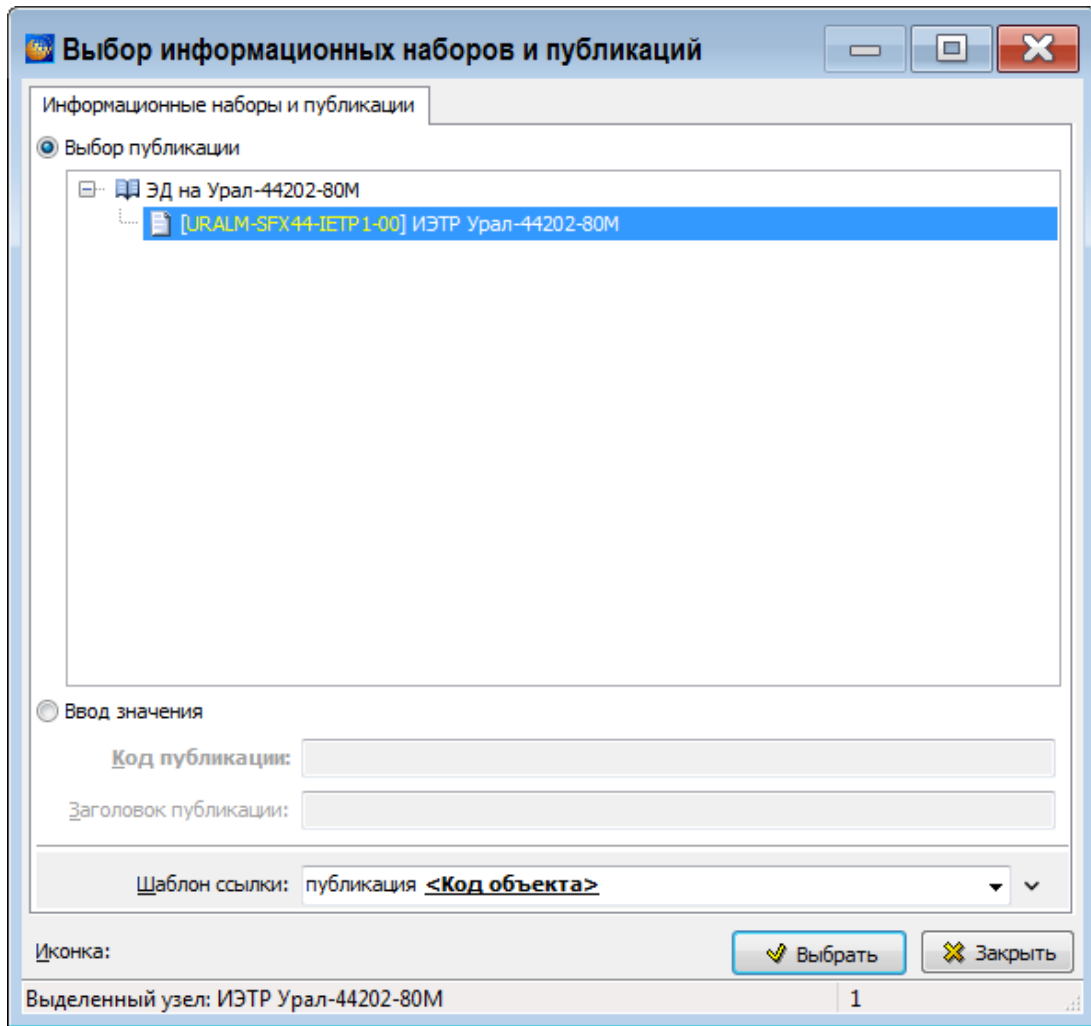

Рисунок 265
3) После этого появится диалоговое окно **Выбор информационных наборов и публикаций**, в котором представлены публикации. Раскройте дерево публикаций и выберите публикацию (рисунок 265).